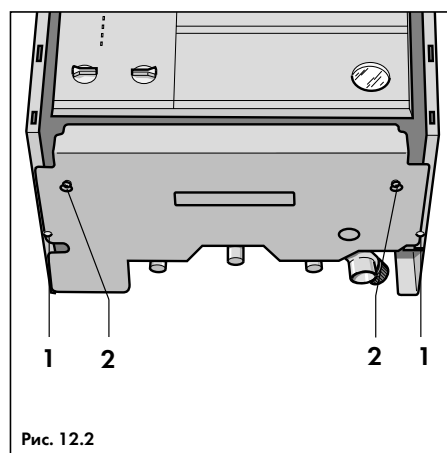

Рис. 12.2
- Вывинтив два задних винта (1, рис. 12.2) и ослабив два передних (2, рис. 12.2), снять нижний щиток аппарата;